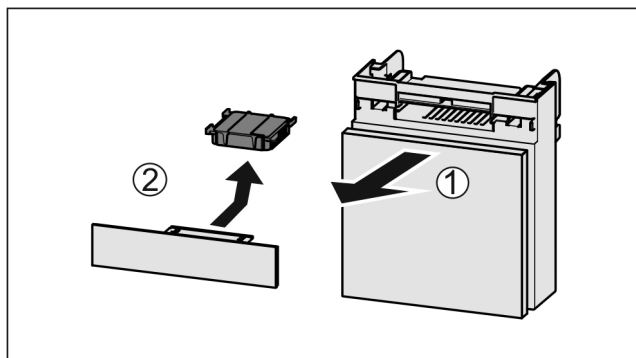

Fig. 109
- ▶ Pretinac izvucite Fig. 109 (1) prema naprijed.
- ▶ Izvadite filtar s aktivnim ugljenom Fig. 109 (2).